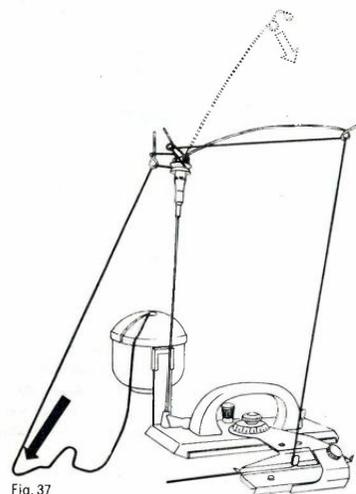
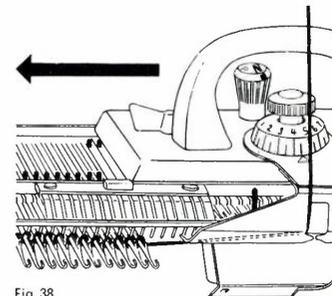
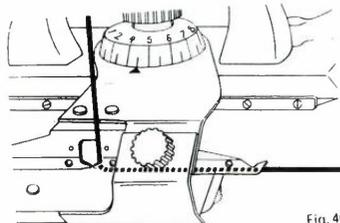

Fig. 37
Fig. 38
Fig. 40
Garn zwischen der hintersten Öse und der Wollschale herabziehen, bis der Spannungsarm nach vorn geneigt wippend stehen bleibt, Fig. 38. Eventuell Scheibenbremse verstellen (s. Fig. 27).
1. Reihe: Reihenzähler auf 000 stellen. Schloss langsam nach links schieben, Fig. 38, bis es vollständig über die arbeitenden Nadeln hinausgefahren ist. Danach sind die Nadeln in Arbeitsstellung.
Falls Sie die Arbeit einmal unterbrechen — vor Wiederbeginn den Faden unterhalb der hintersten Öse, wie in Fig. 37, wieder straff ziehen und prüfen, ob er richtig gemäss Fig. 38 (Schloss rechts) oder gemäss untenstehender Fig. 40 (Schloss links) eingefädelt ist.